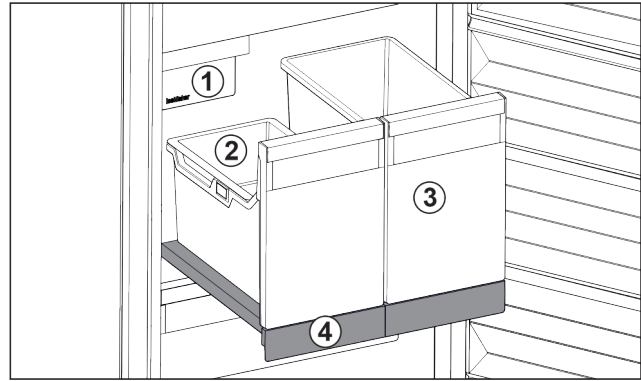

Fig. 32 Выдвижная панель с IceTower
- (1) IceMaker
- (2) Подвесной лоток для кубиков льда
- (3) Контейнеры для пиццы, алкогольных напитков
- (4) Выдвижная панель
На выдвижной панели находятся два высоких контейнера (IceTower). В контейнере Fig. 32 (2) собираются и хранятся кубики льда из IceMaker. Контейнер Fig. 32 (3) подходит для хранения высоких продуктов, таких, как пицца или алкогольные напитки.